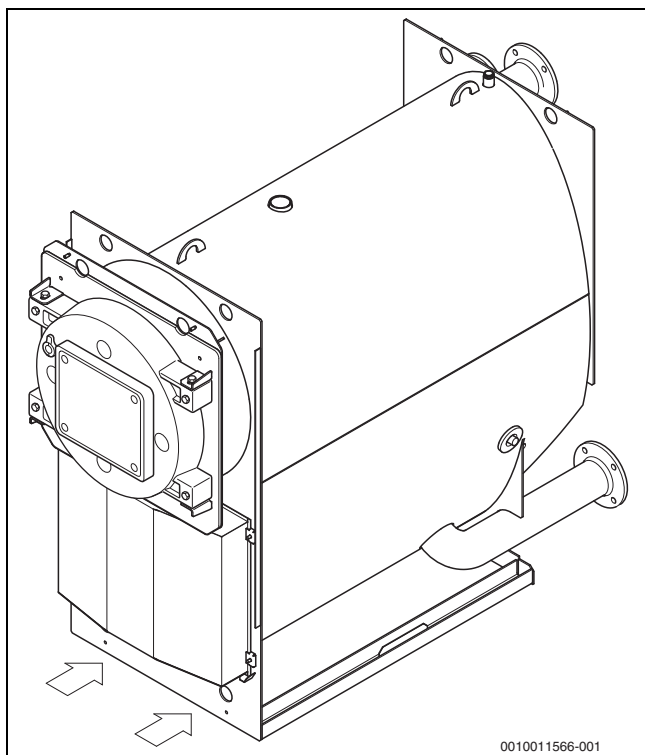

Fig. 5 Transportul cazanului cu un motostivuitoar cu furcă
- ▶ Așezați furca sub pereții frontal și cel din spate al cazanului (→ fig. 5, pagina 12). Ridicați cazanul încet cu motostivuitoare cu furcă.